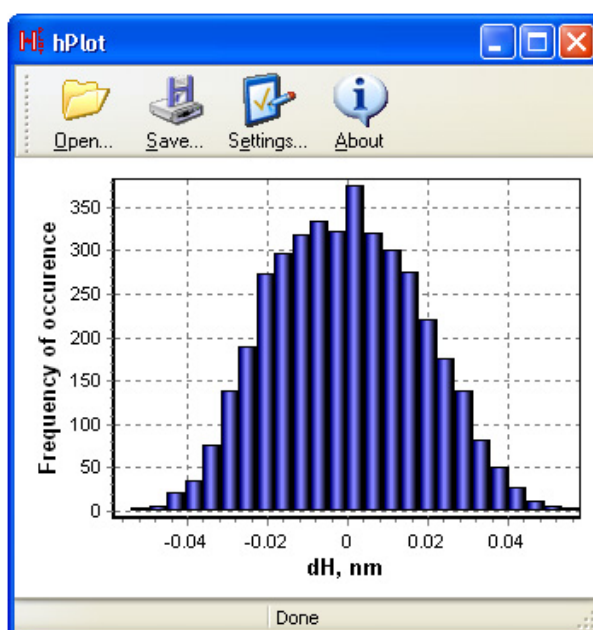

Рис.35. Распределение высот нормальных отклонений  $\Delta z$  атомов в монослое графена
13. Вызвав команду *Height distribution...* из меню *Analysis*, вы можете запустить утилиту «hPlot» для построения диаграммы распределения высот нормальных отклонений  $\Delta z$  атомов в монослое графена (см. рис. 35).